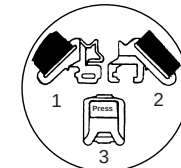

図 6a
- 肩ストラップは、お子様の身長に合った正しいスロットにセットします。お子様をチャイルド シートに座らせたら、1 および 2 の肩ストラップのプレートをしかりとはめます。そして、3 のメイン バックルにしっかりと差し込みます。(図 6a を参照)